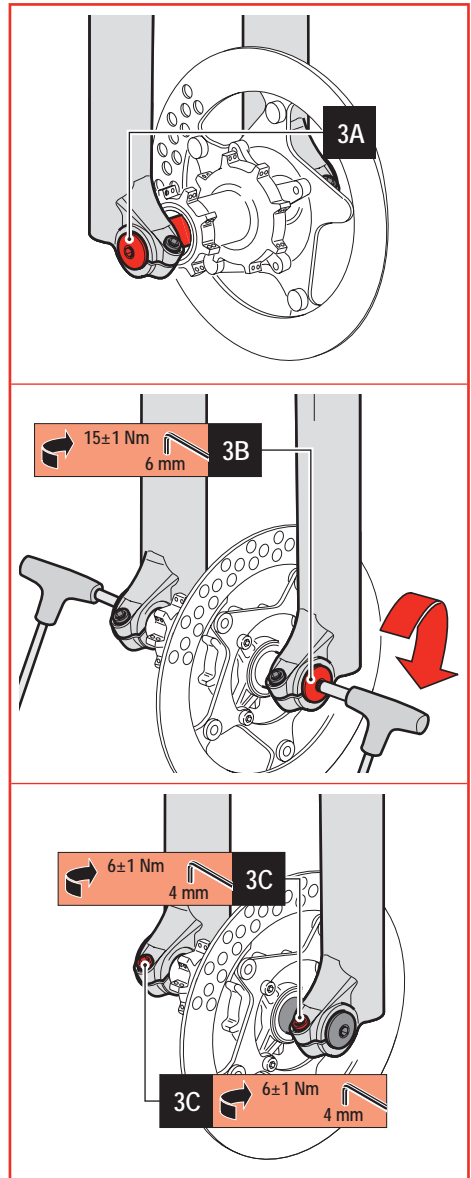

Abbildung 3 - Radmontage auf \varnothing 32 gabeln mit Aufnahmefuß mit durchgehender Radachse \varnothing 20 mm
- Die Mitte des Rads mit den beiden Radachsen ausrichten (siehe **3A** in **Abbildung 3**).
- Die Radachse durch die rechte Radaufnahme, das Rad und die linke Radaufnahme schieben (siehe **3A** in **Abbildung 3**).
- Die Radachse mit dem vorgesehenen Moment (15 ± 1 m) anziehen, dazu mit einem 6mm-Inbusschlüssel an der Bolzenkappe drehen (siehe **3B** in **Abbildung 3**).
- Die Schrauben an den beiden Schnellspannern mit einem 4mm-Inbusschlüssel mit dem vorgesehenen Moment (6 ± 1 Nm) anziehen (siehe **3C** in **Abbildung 3**).